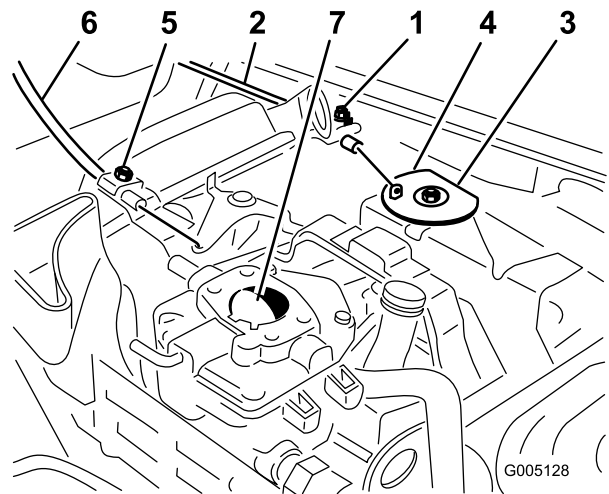

Bild 46
1. Lockern Sie die Klemmschraube des Bowdenzugs, mit der dieser am Motor befestigt ist (Bild 46).
3. Ziehen Sie fest am Bowdenzug, bis die Rückseite der Schwenkplatte den Anschlag berührt (Bild 46).
3. Ziehen Sie fest am Chokezug, bis die Choke-Drosselklappe ganz geschlossen ist; ziehen Sie dann die Klemmschraube des Chokezugs fest (Bild 46).